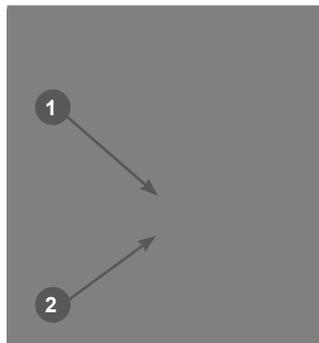

Рис. 13 Крышка-щуп маслосазливной горловины
10. Подождите 1 минуту, совместите выступы на крышке-щупе и пазы на маслосазливной горловине, установите крышку-щуп в отверстие маслосазливной горловины. Затем аккуратно вытаскивайте щуп и осмотрите его. Уровень масла должен соответствовать верхней отметке 1 на щупе (Рис. 13).